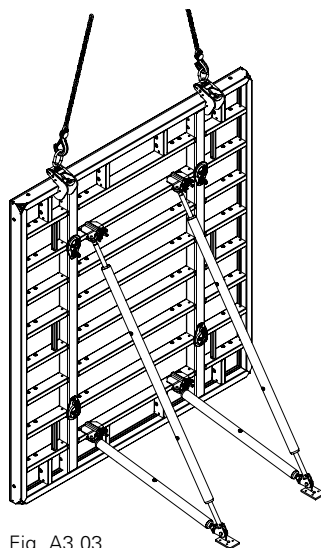

Fig. A3.03
3. Porre l'elemento con la gru in area d'impiego. (Fig. A3.03)